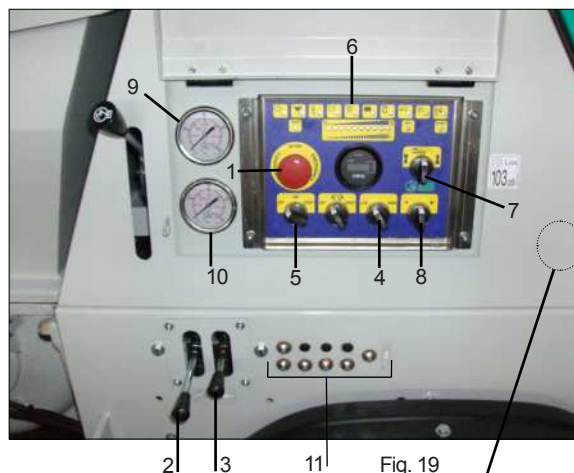
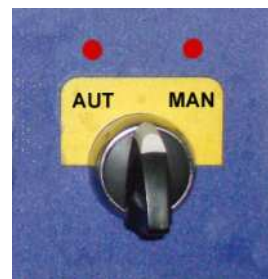
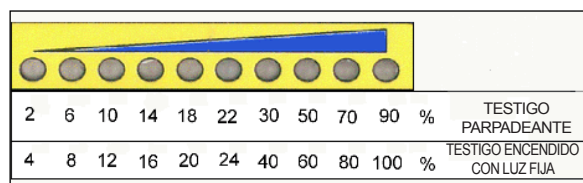
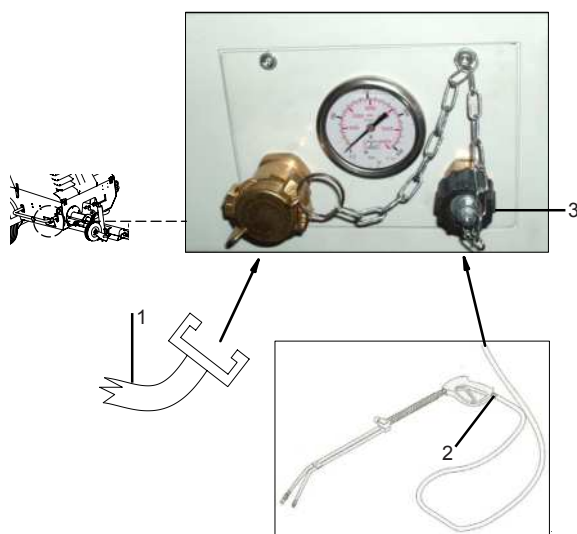

Fig. 19
Fig. 20
Fig. 21
Fig. 22
Controle que todas las palancas del distribuidor (fig. 19, ref. 2-3) estén en posición central.
Controle que el pulsador de emergencia (fig. 19, ref. 1) no esté presionado y desbloquéelo si lo está.
Controle que el selector (fig. 19, ref. 4) esté en LOC, posición que habilita los mandos locales. Gire el selector (fig. 19, ref. 5) hasta ON, espere a que el testigo de las bujías (fig. 19, ref. 6) se apague y, luego, ponga el selector en START (fig. 19, ref. 5): el motor diésel arranca.
Gire el selector (fig. 19, ref. 7) hacia la derecha (flecha arriba): la máquina comienza a bombear. Mediante el selector (+/-) de caudal (fig. 19, ref. 8), regule el caudal controlándolo en la barra de leds (fig. 21). El caudal se regula según veinte posiciones diferentes, que corresponden a porcentajes del caudal máximo (fig. 21).
En lugar de ello, puede activar la máquina mediante el mando a distancia eléctrico tras poner el selector (fig. 19, ref. 4) en REM, posición que habilita dicho mando a distancia.
Con el selector (fig. 19, ref. 4) posicionado en REM, sólo es posible gobernar la máquina mediante el mando a distancia eléctrico. Espere, según el caso, hasta que la lechada de la tolva llegue a nivel del agitador o hasta que ya no salga producto por el tubo. Entonces, pare la máquina con el mando a distancia eléctrico, llene la tolva y empiece a trabajar. Regule la cantidad de material que sale por el tubo o por la pistola con los pulsadores (+) y (-) (fig. 19, ref. 8).
La máquina puede equiparse con una bomba de acelerador de fraguado, que puede funcionar en modo manual o automático. Para habilitar el funcionamiento manual, gire el selector (fig. 20) hacia la derecha, manténgalo en dicha posición durante tres segundos y, luego, suéltelo; se enciende el led correspondiente. Si se habilita el funcionamiento manual, la bomba dosificadora funciona a la máxima velocidad.
Para habilitar el funcionamiento automático, gire el selector (fig. 20) hacia la izquierda, manténgalo en dicha posición durante tres segundos y, luego, suéltelo; se enciende el led correspondiente y la barra de leds (fig. 21) del panel de mandos empieza a parpadear indicando la escala que se había configurado precedentemente. Para aumentar o disminuir el porcentaje de acelerador de fraguado, utilice el selector (fig. 20) moviéndolo respectivamente hacia la derecha o hacia la izquierda. Si el selector no se acciona durante algunos segundos, la barra de leds (fig. 21) deja de parpadear y el porcentaje elegido queda configurado. La velocidad de la bomba de acelerador de fraguado depende del caudal de los pistones y del porcentaje programado en la escala. Para desactivar el funcionamiento manual o el automático, gire durante algunos segundos el selector hacia la correspondiente posición y, luego, suéltelo. El porcentaje de acelerador de fraguado que se ha de utilizar varía entre el 1 y el 5% del peso del cemento. El manómetro (fig. 19, ref. 9) indica la presión del circuito oleodinámico de accionamiento de la válvula en "S"; en caso de atascos, marca 160 bar. Intente accionar el mezclador con la palanca de la izquierda (fig. 19, ref. 2): con la palanca arriba, el mezclador gira correctamente; con la palanca abajo, lo hace en sentido contrario. El manómetro (fig. 19, ref. 10) indica la presión del circuito oleodinámico de accionamiento del mezclador; en caso de bloqueo, marca 140 bar. La palanca del lado derecho del distribuidor (fig. 19, ref. 3), más corta, sirve para accionar la hidrolimpiadora con accionamiento oleodinámico: debe encontrarse en posición central cuando los tubos del agua de la hidrolimpiadora no están conectados a la red hídrica. En caso contrario, la hidrolimpiadora sufrirá daños irreparables en poco tiempo.
En caso de emergencia, presione el pulsador rojo (fig. 19, ref. 1) para detener la máquina. La BOSTER 15 también posee un mando acelerador para regular el número de revoluciones del motor diésel entre 2400 y 2700 rpm.
Una pausa prolongada puede hacer que se obstruyan los tubos de salida del material: en este caso, no sale material por el tubo y el manómetro (fig. 19, ref. 9) indica una presión superior a la normal de trabajo.
Si esto sucede, mueva el selector hasta la posición con la flecha abajo (fig. 19, ref. 7) (posición contraria a la normal de trabajo) para invertir el sincronismo entre la válvula en "S" y utilizar la bomba de aspiración para despresurizar los tubos. Apenas note que el tubo está blando al aplastarlo y el manómetro marca 0 bar, pare la máquina.
⚠ **De ser necesario, desconecte la pistola Spritz Beton o abra los racores de los tubos, tras comprobar que no exista presión residual en su interior. El manómetro (fig. 19, ref. 9) tiene que marcar 0 bar y los tubos tienen que estar blandos, salvo en el punto donde está la obstrucción. El operario que efectúa esta operación debe saber perfectamente cómo actuar.**
Tras bombear la última mezcla, pare el agitador (pág. 2, ref. 8), el grupo bomba (pág. 2, ref. 1) y el electrovibrador de la rejilla (pág. 2, ref. 12) presionando el correspondiente pulsador y, si la máquina posee la bomba de acelerador de fraguado, párela con el correspondiente selector (fig. 20).
Abra la tapa (fig. 3, ref. 1) de vaciado del depósito, haga salir el material residual y, luego, limpie el depósito con un chorro de agua. Active los pistones en modo aspiración girando el selector (fig. 19, ref. 1) hacia la izquierda y dirija el agua hacia el conducto de salida (pág. 2, ref. 9) de la válvula en "S". Siga hasta que el agua del depósito salga limpia.
Si utiliza la hidrolimpiadora, tras conectar los tubos de aspiración (fig. 22, ref. 1) a una red hídrica con caudal adecuado (al menos 25 l/min) - **no aspire agua de un bidón** - y los tubos de salida a la pistola suministrada de serie (fig. 22, ref. 2) y a la conexión de la máquina (fig. 22, ref. 3), actívela mediante la palanca más corta, a la izquierda del distribuidor (fig. 19, ref. 3), y empiece el lavado.
⚠ Antes de desconectar los tubos de salida de material, controle que la palanca de seguridad esté abierta, que el manómetro (fig. 19, ref. 9) marque "cero" bar y que no haya presión residual en los tubos.
Si el bombeo se realiza en vertical, es posible introducir la esponja por el extremo del tubo final y activar la aspiración girando el selector (fig. 19, ref. 7) hacia la derecha. El cemento se envía al depósito.
Terminado el trabajo, con la máquina en marcha, engrase diariamente con los correspondientes engrasadores (fig. 19, ref. 11) los puntos deseados. Para este fin, junto con la máquina se entrega una bomba de grasa.